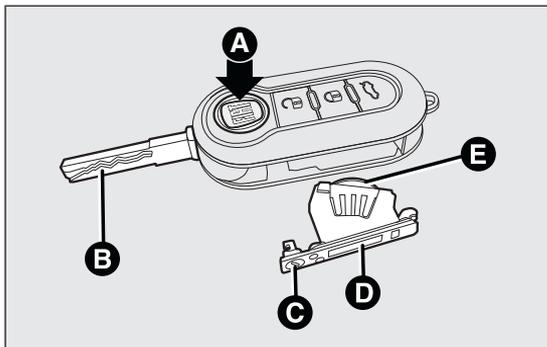

fig. 27
- appuyer sur le bouton A fig. 27 et mettre la pièce métallique B en position d'ouverture ;